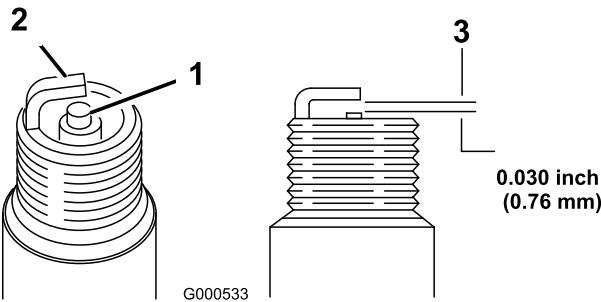

Figure 40
- Examinez le centre des bougies (Figure 40).
- Contrôlez l'écartement entre les électrodes centrale et latérale (Figure 40) et pliez l'électrode latérale si l'écartement est incorrect.